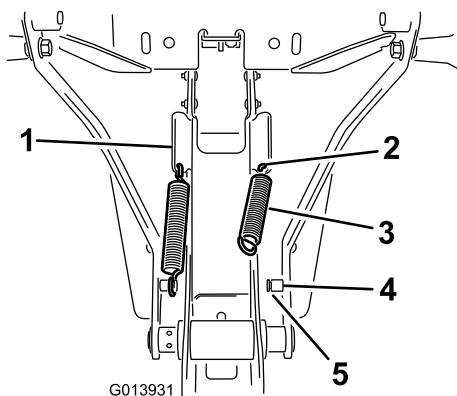

Bild 13
2. Haken Sie ein Ende der Feder in das Loch und das andere Ende in der Federstrebe ein (Bild 13).
3. Stellen Sie sicher, dass das Federende ordnungsgemäß in der Kerbe der Strebe sitzt. (Bild 13).
1. Setzen Sie die Feder in das Loch im unteren Ende der abgewinkelten Nase an der Seite des Rahmens ein (Bild 13).